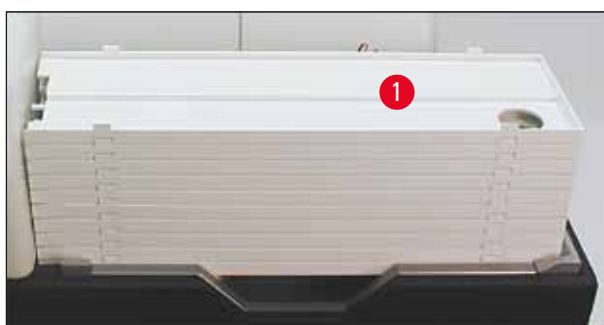

Рис. 42
1. Разместите стопку поддонов (→ "Рис. 42-1") на подъемном столе станции разгрузки (→ "Рис. 42").